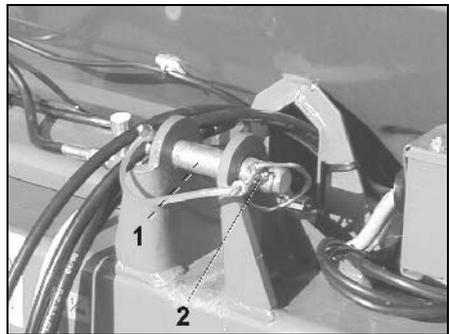

Fig. 17
- ZA-M profis Hydro: Oberlenker mit Einsteckbolzen (Kat. II) (Fig. 17/1) abstecken und mit Klappstecker (Fig. 17/2) sichern.